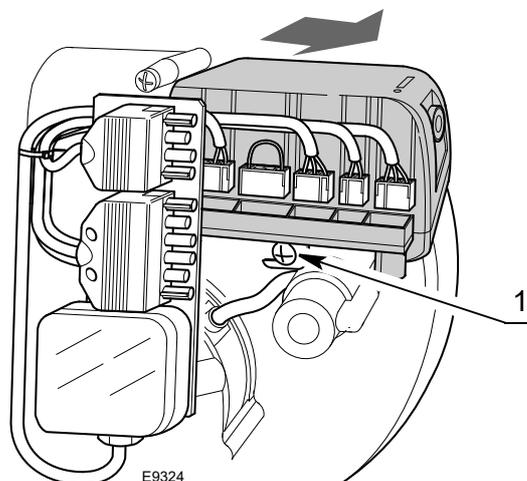

Fig. 17
- débrancher tous les connecteurs qui y sont branchés, la fiche à 4 pôles, la fiche à 6 pôles, les câbles de haute tension, et le fil de terre (TB);
- dévisser la vis 1)(Fig. 17) et tirer la boîte de contrôle dans le sens de la flèche.
- visser la vis 1)(Fig. 17) avec un couple de serrage de $1 \div 1,2$ Nm;